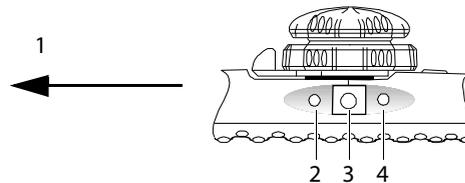

Figure 7 Commandes de rotation du plan de balayage
La rotation du plan de balayage est commandée par des boutons situés sur la poignée et par un moteur placé à l'intérieur de celle-ci (voir Figure 7).
- ❖ Appuyer sur le bouton du biplan (bouton central) sur la poignée de la sonde. Voir **Figure 7**.
- 3** Appuyer sur les boutons de commande du plan de balayage pour faire pivoter celui-ci dans le sens contraire des aiguilles d'une montre (de 0° à 180°) ou dans le sens des aiguilles d'une montre (de 180° à 0°). Voir **Figure 7**.